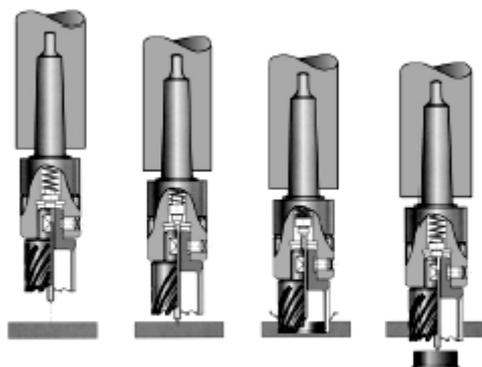

Рис.2
- Следите, чтобы вылетающий в момент окончания сверления керн не нанес вреда окружающим (См рис.2)